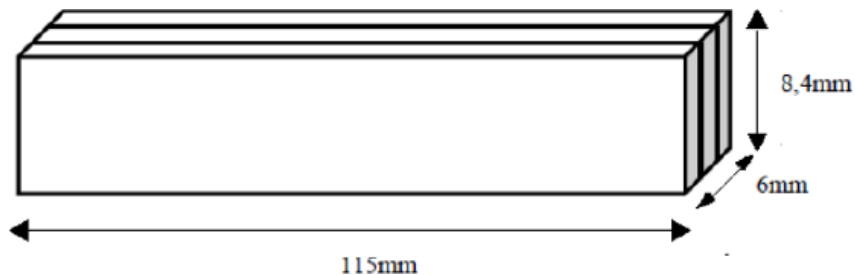

Figura 2: Número de palitos de picolé por barra
1. As pontes deverão ser construídas com barras que possuam seções transversais de **no máximo 3 palitos de picolé** conforme a figura 2